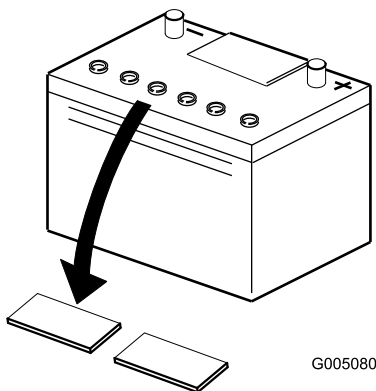

Figura 3
2. Limpe a parte superior da bateria e retire as protecções das aberturas de ventilação (Figura 3).